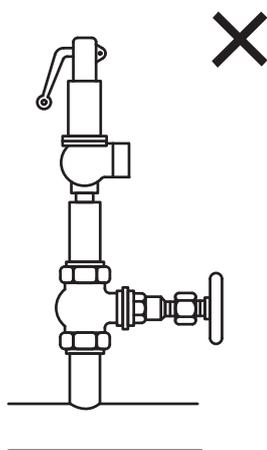

図4.
- 6.3 パイプあるいはフィティングの間に何も取り付けしないでください。安全弁を遮断することはできません。（図4を参照）